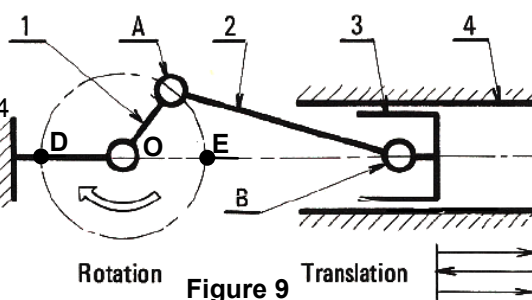

Figure 9
4.2- Constitution : (Figure 9)
- Déterminer graphiquement (sur la fig.9) la vitesse linéaire au point B, si $N_A = 1500$ tr/min et $OA = 40$ mm, par équiprojectivité avec l'échelle de vitesse $1\text{cm} \rightarrow \pi/2$ m/s